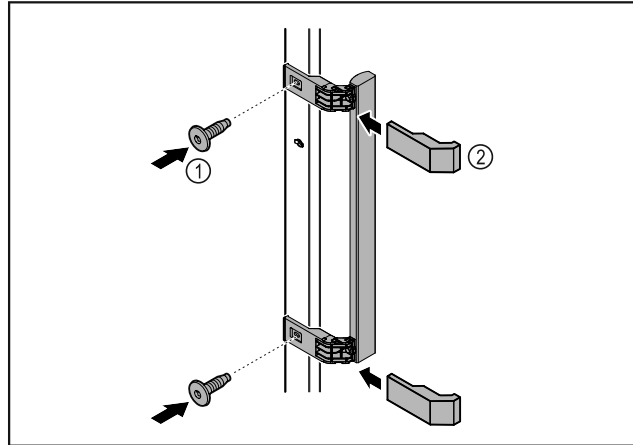

Fig. 8
- ▶ Установите на двери ручку из набора принадлежностей, используя прилагающиеся винты Fig. 8 (1).
- ▶ Установите крышку Fig. 8 (2).